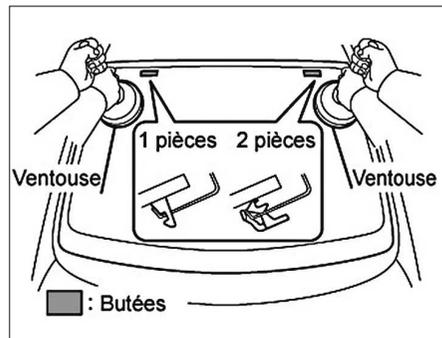

FIG. 141
- Dégager le pare-brise de ses deux butées (Fig.141), puis extraire le pare-brise.